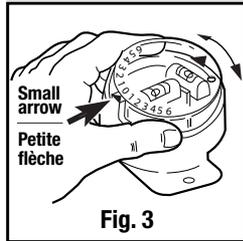
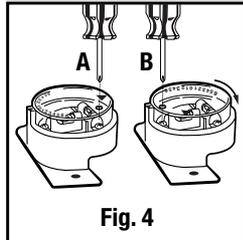

Fig. 3
Fig. 4
- Turn the clear dial so the "0" is aligned with the small gold arrow (Fig. 3). Through hole (A) in the clear cover (Fig. 4) adjust screw until bubble is centered in the vial. This vial indicates your side-to-side level.
- Rotate clear cover until hole aligns with screw (B) on the front-to-back vial. Adjust screw until bubble is centered in vial (Fig. 4).
- Tourner le cadran transparent de façon à ce que le « 0 » coïncide avec la petite flèche dorée (Fig. 3). Régler la vis, par l'orifice (A) du couvercle transparent (Fig. 4), jusqu'à ce que la bulle soit centrée dans la fiole. Cette fiole indique le nivellement d'un côté à l'autre.
- Tourner le couvercle transparent jusqu'à ce que l'orifice coïncide avec la vis (B) de la fiole de nivellement d'avant en arrière. Régler la vis jusqu'à ce que la bulle soit centrée dans la fiole (Fig. 4).